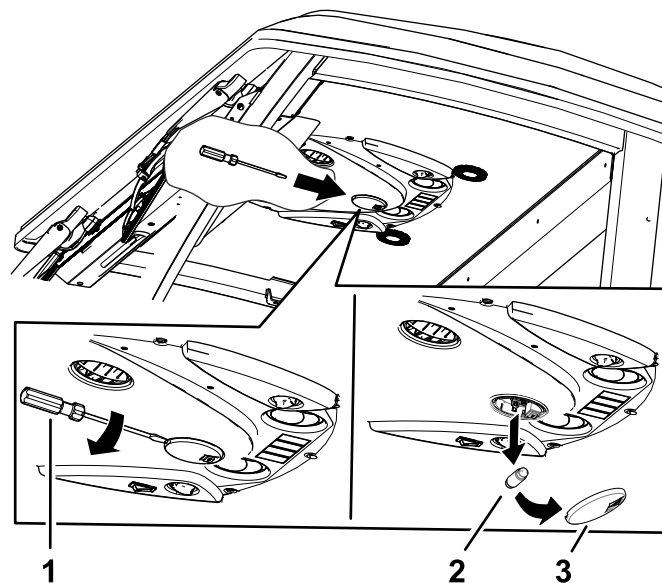

Рисунок 88
1. Снимите защитное стекло осветительного прибора с панели управления с помощью отвертки (Рисунок 88).
2. Выньте лампу из основания осветительного прибора (Рисунок 88).